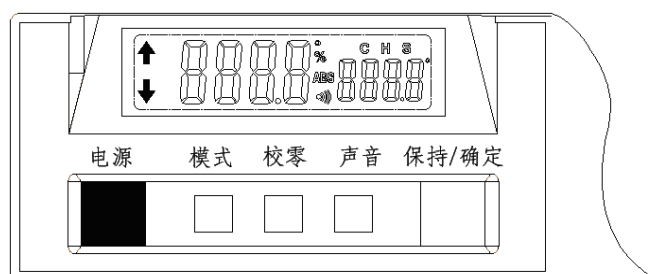

图 G-2
- 1) 轻压【电源】按钮，坡度计液晶显示区会显示初始化面，见图 G-2；